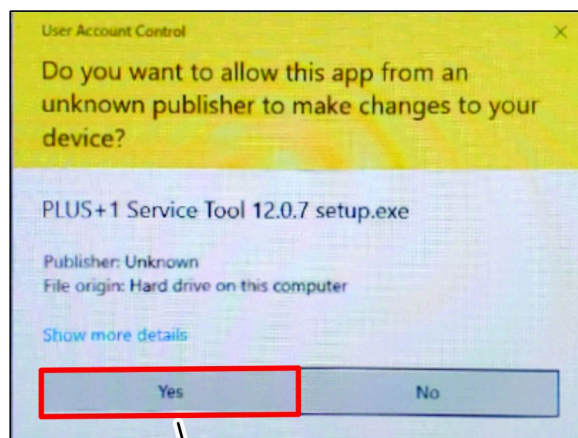

Figura 17
2. Si aparece el cuadro de diálogo Control de cuentas de usuario, haga clic en el botón Sí (Figura 17).